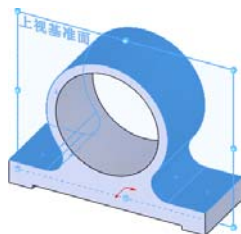

图 2-82 选择基准面及零件表面
- 04 单击选择零件的表面和上视基准面，如图 2-82 所示。